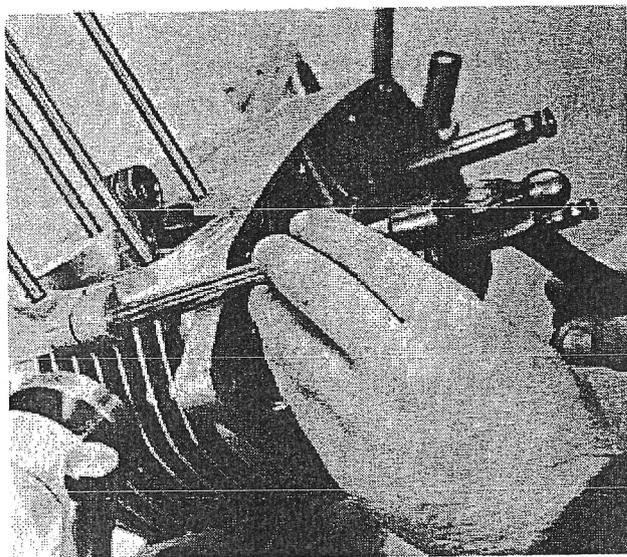

FIG. 14
4. Hay tres guías para encajar un carter a otro. Una en el agujero en la parte delantera (donde acabamos de quitar la tuerca y el tornillo) y otra en cada uno de los enganches traseros del motor al chasis. Desde la parte izquierda usando un punzón adecuado y un martillo pequeño, saca las guías de sus agujeros (Fig14).